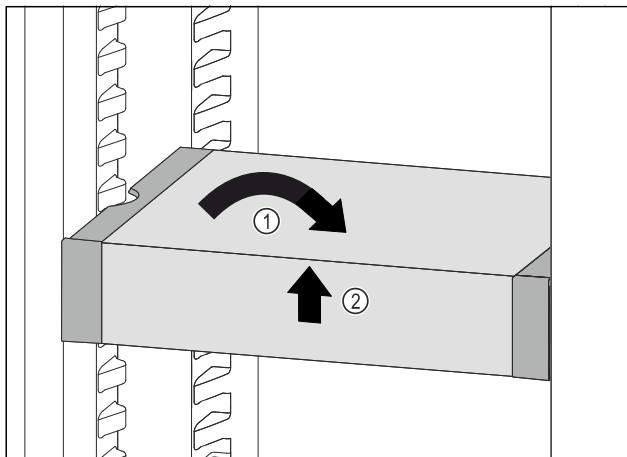

Fig. 97
- VarioSafe gerade stellen. Fig. 97 (1)
- VarioSafe vorne anheben. Fig. 97 (2)